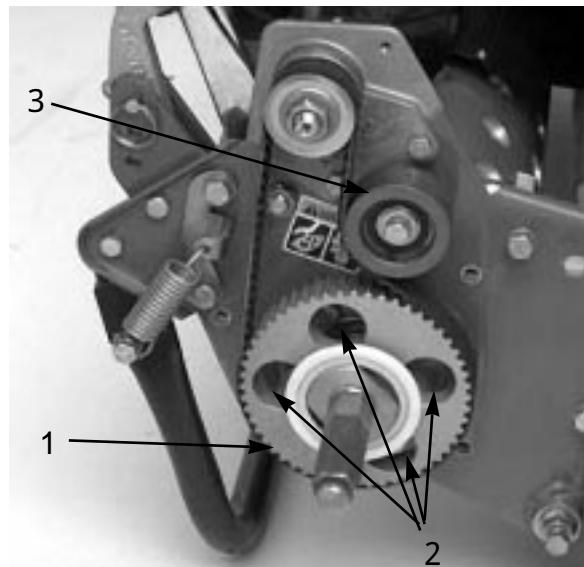

図10
7. ドライブ・ブーリを回して、4つの穴とローラーベアリング・フランジ・ネジの穴を整列させる(図10)。
11. ベルトの張りを調整し、アイドラ・ブーリ・ネジを締めて終了(図10)。